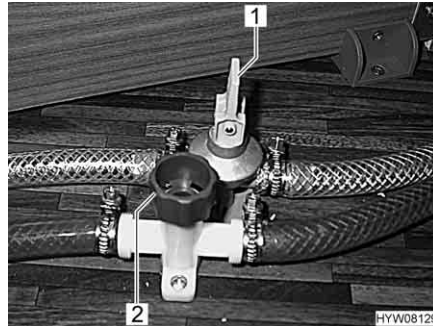

Fig. 156 Llaves de desagüe
- Cerrar todas las llaves de desagüe de la caldera. Para esto, poner el balancín (Fig. 156,1) en posición horizontal o bien girar la tapa (Fig. 156,2) en sentido de las agujas del reloj.
- Abrir todas las llaves de desagüe de la caldera. Para esto, poner el balancín (Fig. 156,1) en posición vertical o bien girar la tapa (Fig. 156,2) en sentido contrario a las agujas del reloj.